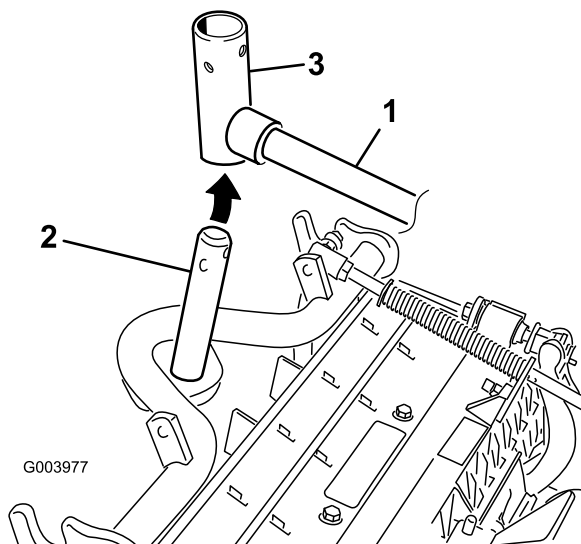

**Figure 9**
7. Retirez la goupille à fermoir et le capuchon de la chape de pivot du bras de levage (Figure 9).
11. Fixez le capuchon et l'arbre du bâti porteur à la chape du bras de levage avec la goupille à fermoir (Figure 9).